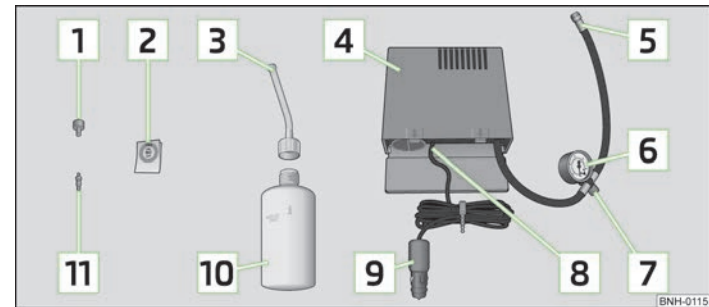

Fig. 116 Componentes del kit de averías
- Pegar la etiqueta adhesiva **[2]** » **fig. 116** de la página 153 sobre el cuadro de mandos en el campo visual del conductor.
- Agitar la botella de inflado de neumáticos **[10]** » **fig. 116** de la página 153 fuertemente varias veces.
- Enroscar el tubo flexible **[5]** » **fig. 116** de la página 153 del compresor de aire fijamente en la válvula del neumático.